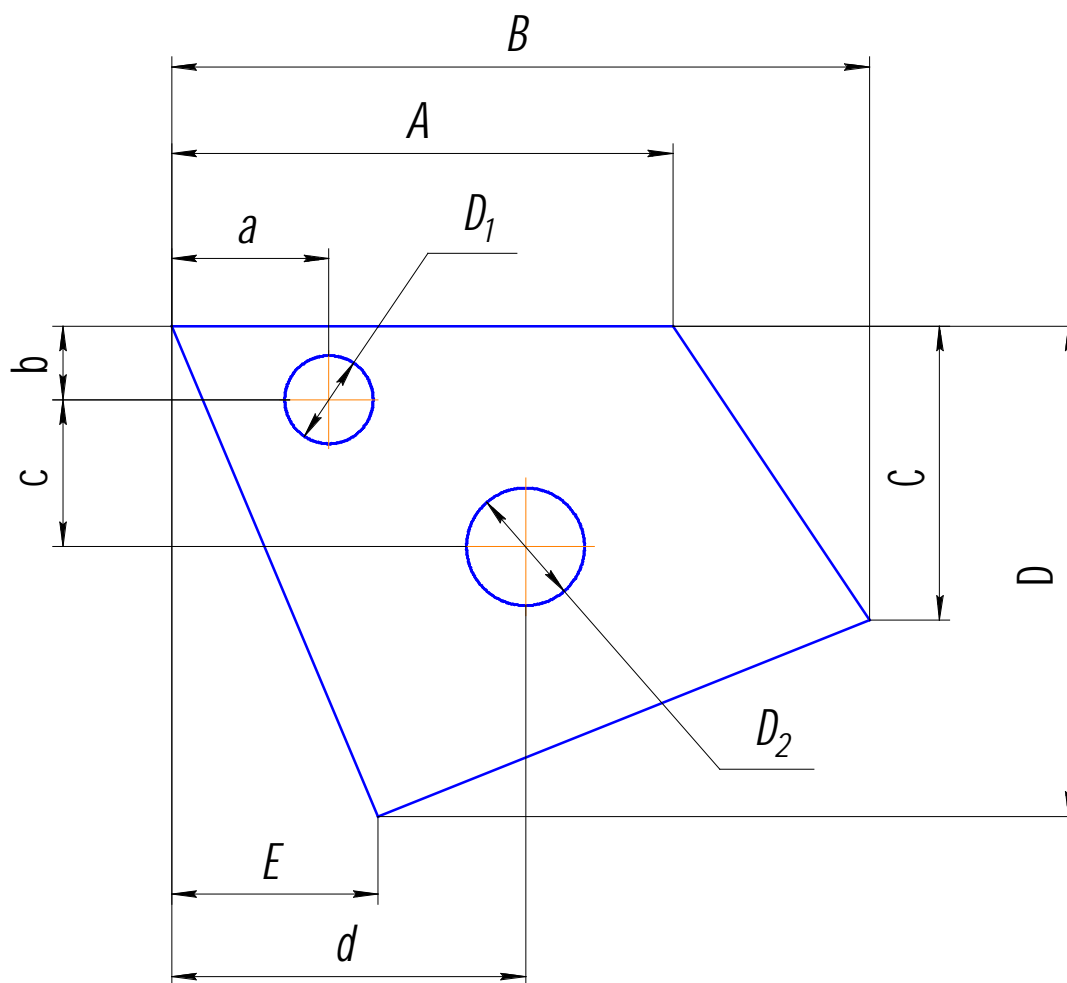

Рис. 60
1. Выполните чертеж, рис. 60, по заданным размерам, табл. 2.